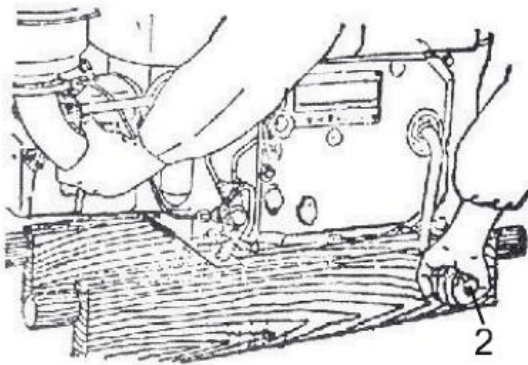

Fig. 7 Partida do Motor através da manivela de partida
- ✓ Introduzir a manivela no furo do eixo de partida. Empurrar a alavanca de descompressão e acionar o motor, até observar um som normal de injeção de combustível (Fig. 7).